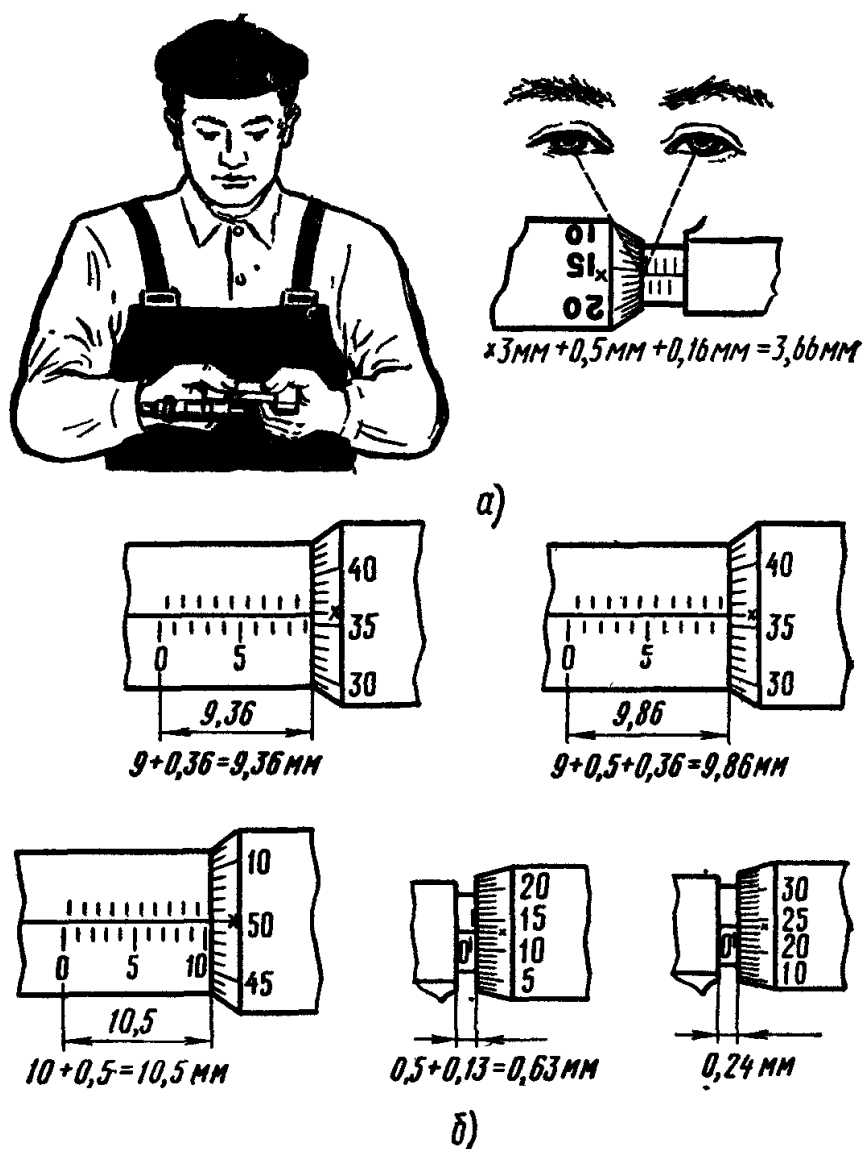

Рис. 15. Работа с микрометром:
- при чтении показаний микрометр держать прямо перед глазами (рис. 15, а);
с) на рис. 15, б приведены примеры отсчетов.